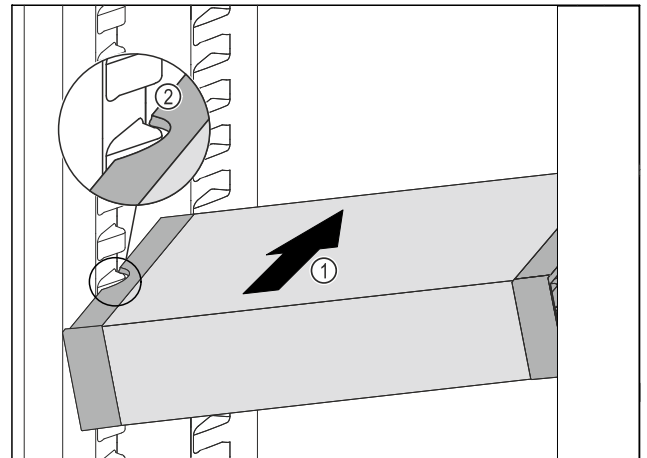

Fig. 107
- ▶ 将 VarioSafe 斜插入冷藏区中 Fig. 107 (1)，直至 VarioSafe 的侧部凹槽 Fig. 107 (2) 与冷藏区中的容器肋梁持平。